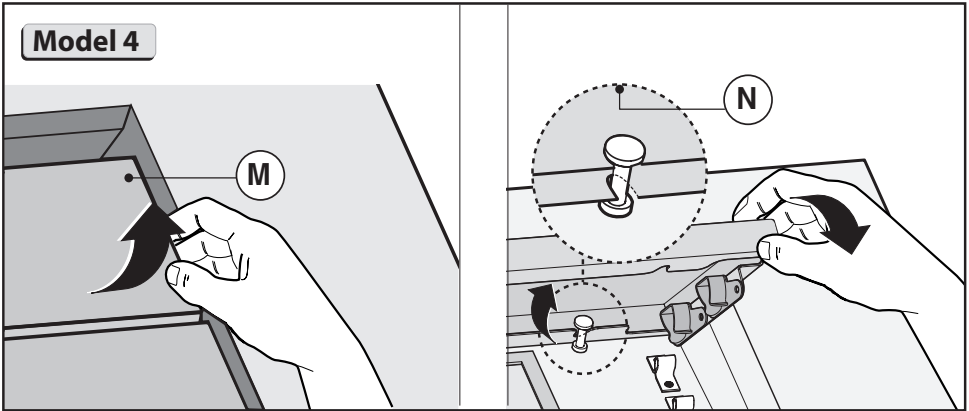

Fig.4.4
- Se si possiede la versione con tre pannelli **A** sganciarli dai perni di fissaggio tirando verso l'esterno (Fig.4.4) e successivamente sfilarli dai perni di sicurezza **N** (Fig.4.4) posti all'interno della cappa.